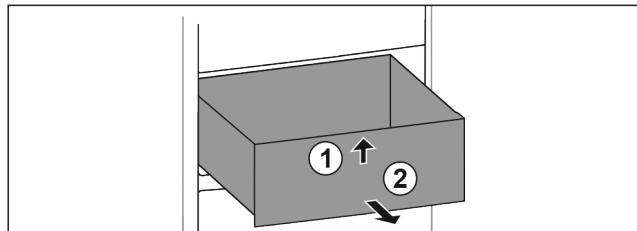

Fig. 84
- Nadvihnite zásuvku vpred. Fig. 84 (1)
- Odoberte zásuvku dopredu. Fig. 84 (2)